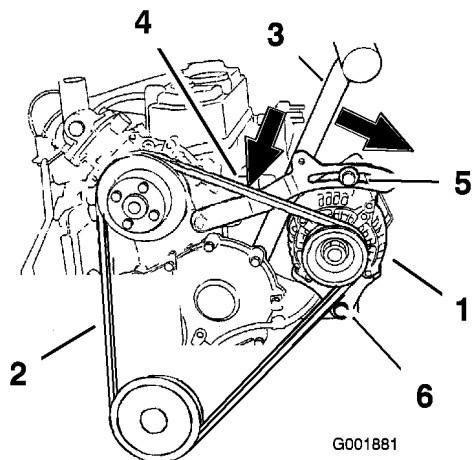

Figure 67
5. Desserrez les deux boulons de fixation de l'alternateur (Figure 67).
6. Retirez la courroie des poulies et de l'alternateur (Figure 67).
7. Installez une courroie neuve autour des poulies et de l'alternateur (Figure 67).
1. Placez une poignée entre l'alternateur et le bloc-cylindres (Figure 67).
2. Réglez l'alternateur à l'extérieur jusqu'à ce que la courroie présente une flèche de 10 à 13 mm entre le moteur et l'alternateur (Figure 67).
5. Si la flèche est correcte, serrez le boulon supérieur à 19 Nm et le boulon inférieur à 61 Nm (Figure 67).